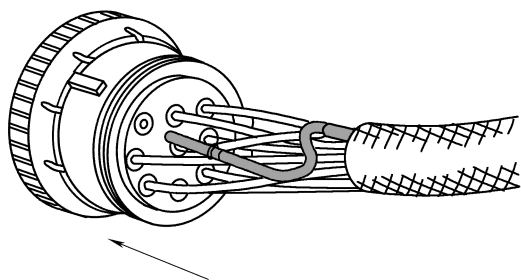

图 6-68 将触针插入插头孔中
⑤ 维修导线长 127mm, 从导线上除去 6mm 的绝缘层。并将维修导线安装到裸线上, 确保裸线伸到插头中。
⑥ 用压线钳将维修导线压接在裸线上。
⑦ 将触针插入插头孔中, 如图 6-68 所示。触针必须卡到位并将导线固定在插头内, 并轻拉导线以确定导线已在插头中插好。